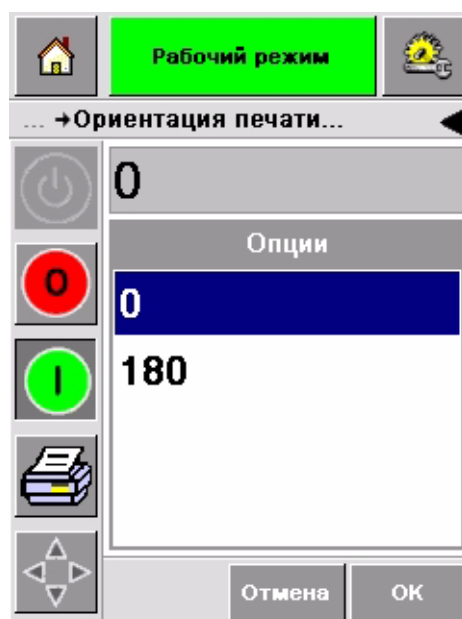

Рисунок 4-17: Параметры координат печати
- 4 Нажмите панель "координаты печати", чтобы открыть страницу с параметрами установки координат печати (Рисунок 4-17 на странице 4-15).